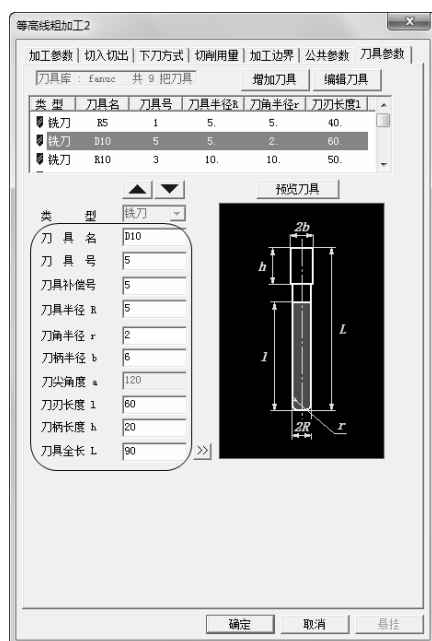

图 3-110 “刀具参数”选项卡
7) 单击“刀具参数”选项卡，选择刀具名称为“D10, r2”，D 代表刀具直径，r 代表刀角半径的平底刀。具体“刀具参数”参数数值如图 3-110 所示。